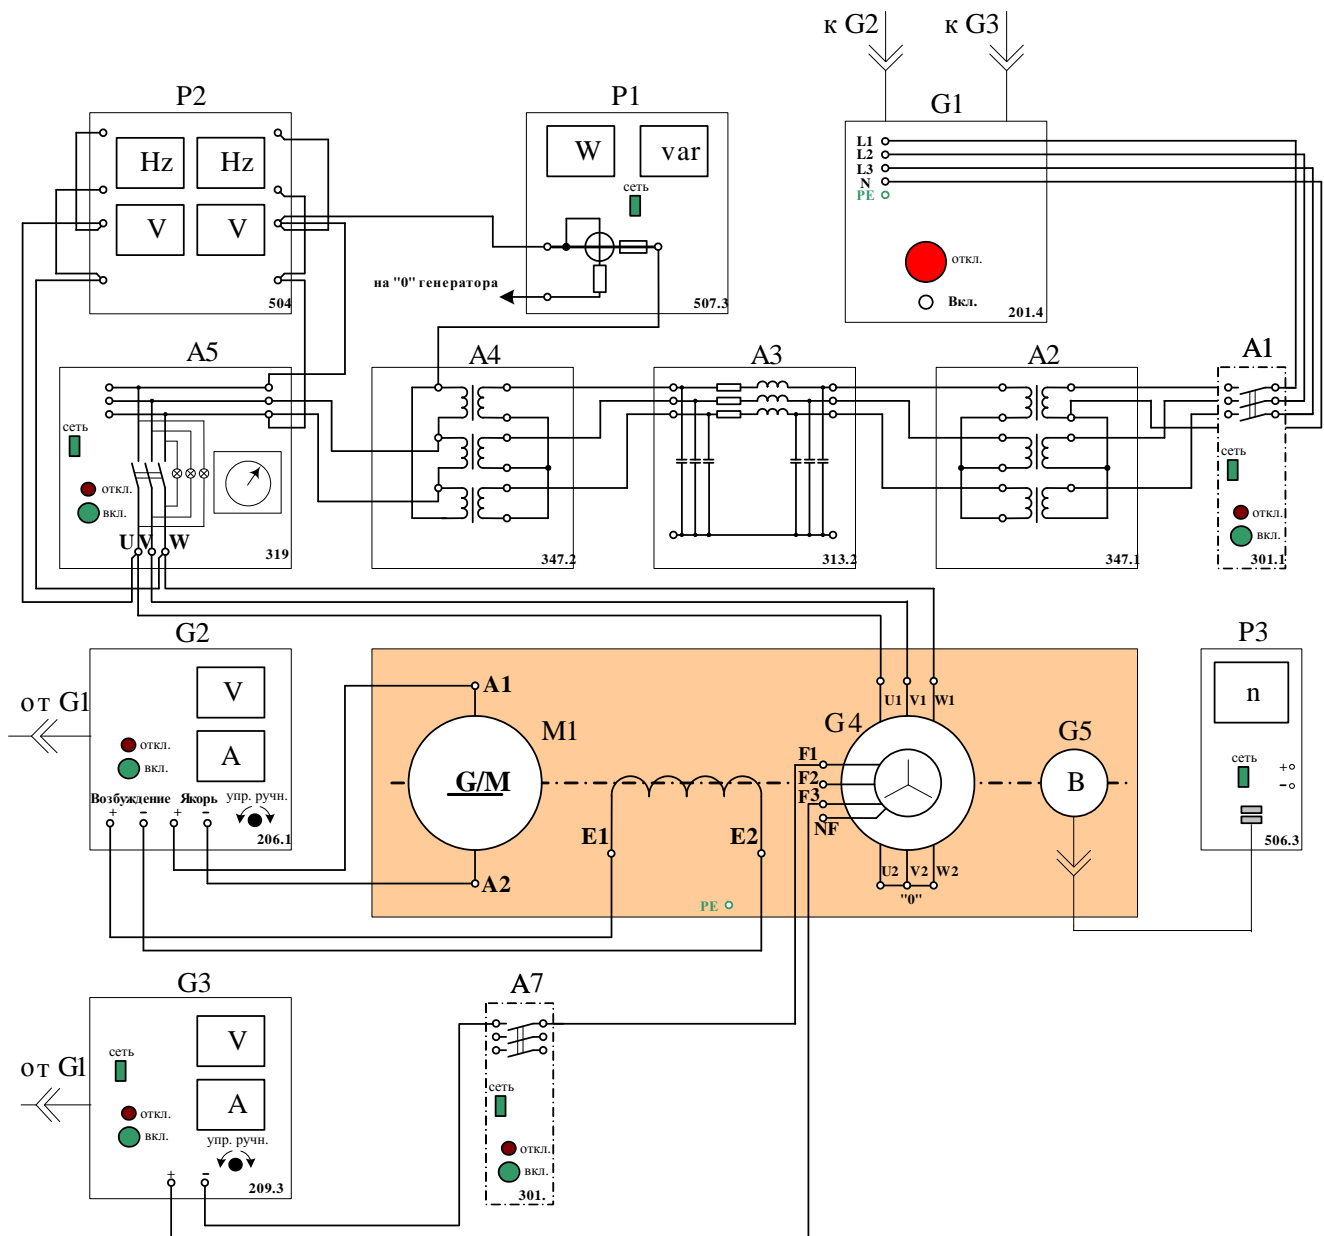

Рис. 2. Электрическая схема соединений лабораторной установки для схемы рис. 1
- Соедините аппаратуру (блоки) лабораторной установки в соответствии с электрической схемой соединений (рис. 2).
2. По схеме рис. 2 перечислите названия и основные характеристики всех блоков: A1,...A7, G1...G4, P1, P2, P3.
3. Покажите по схеме рис. 2 блоки, соответствующие электроустановкам в схеме рис. 1.